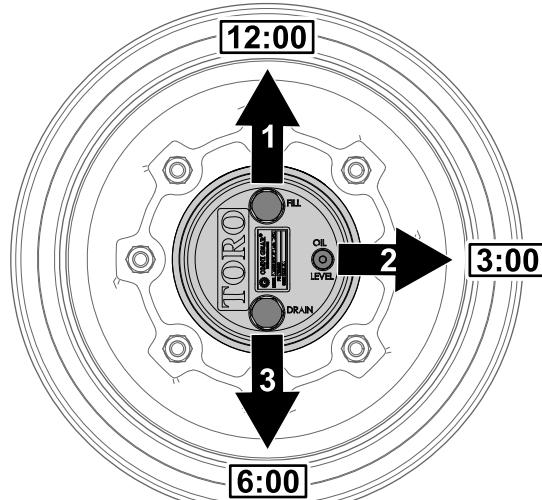

图 63
1. 将机器停放在水平地面上将车轮放置为加油塞在 12 点钟位置检查塞在 3 点钟位置排油塞在 6 点钟位置 **图 63**。
2. 取出 3 点钟位置的检查塞 **图 63**。